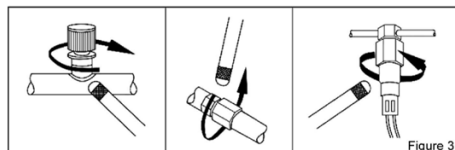

Figure 3
- Remplacement et installation des piles, comme illustré sur la Figure 3 :